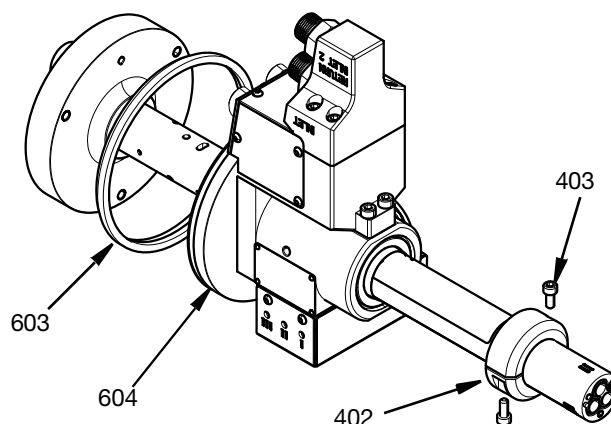

FIG. 25
5. Coloque el anillo de sellado (603) en la ranura de la parte exterior del alojamiento del cojinete (604). Meta, deslizándola, toda la unidad en el cuerpo central (101) y asegúrese de que la cara del alojamiento del cojinete quede apretada contra la cara del cuerpo central. Deslice el anillo de bloqueo (401) en el cuerpo central y apriete los dos tornillos
M5 (403). Apriete a un par de 6,5 N•m (57,5 lb-pulg.). Consulte la FIG. 25.